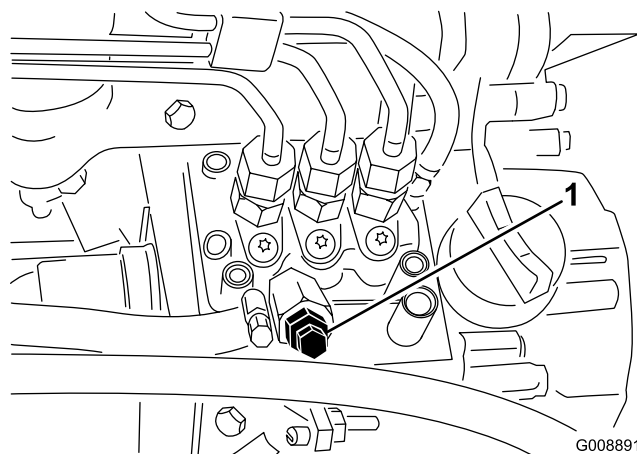

図 34
- 燃料噴射ポンプについているエア抜きネジ（図 34）をゆるめる。